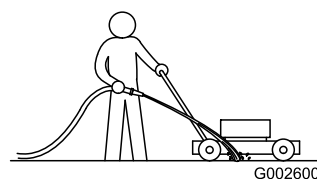

Figura 18
3. Com o motor a funcionar e a lâmina engatada, deixe correr água em frente da roda traseira direita (Figura 18).